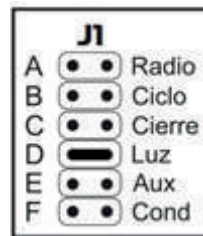

fig. 3
3. Coloque luego el jumper **J1** en la posición **D** (LUZ) en la central Fig. 3 y presione el botón de programación **CHI**, el número de veces correspondiente al tiempo deseado, cada vez que apriete el botón es igual a 1 minuto, este será el tiempo que permanecerá la luz encendida desde el momento de accionar el control remoto para abrir su portón (máximo 255 minutos).